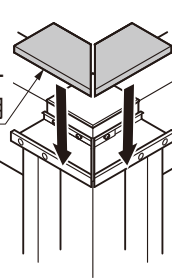

図5-40
- ⑤端部カバー（コーナー用）をそれぞれの格子柵に取り付けてください。（図5-40参照）